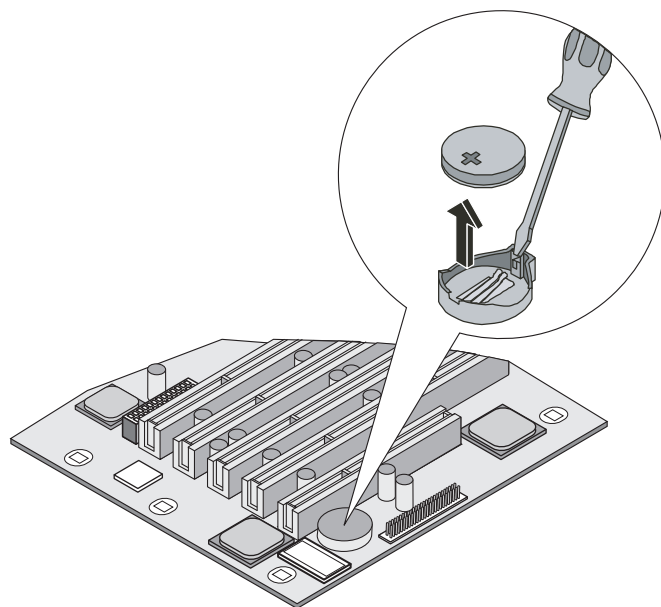

Figura 5-3: Sustitución de la batería
5. Extraiga la batería existente. Consulte la figura 5-3.